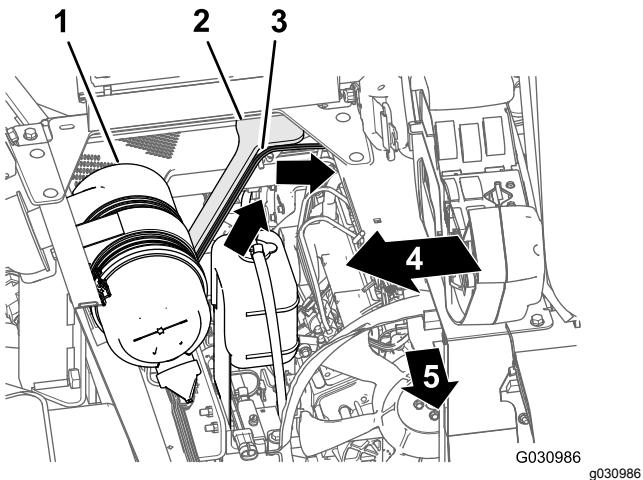

Bild 114
1. Verlegen Sie den 108-cm-Kabelbaumzweig nach oben und in den hinteren Teil des Motorraums, entlang der rechten Stütze für die Motorhaube und an der Vorderseite des Schachts, der den Luftfilter und den Motor verbindet (Bild 114).